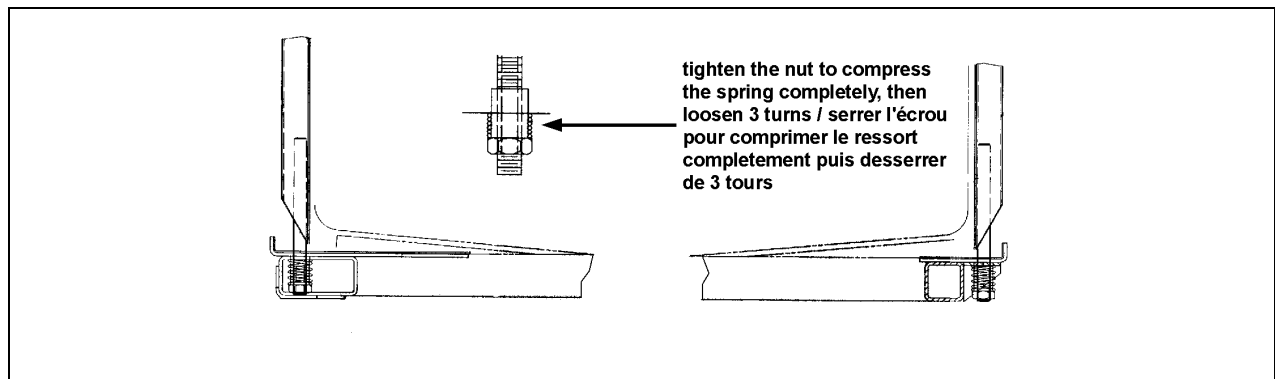

FIGURE 5 : BOULONNAGE DES MONTANTS D'ATTACHES AU SUPPORT DU RÉSERVOIR
11. Installer les nouvelles attaches. Serrer les écrous jusqu'à ce que les ressorts soient complètement compressés puis desserrer de 3 tours (figure 5).